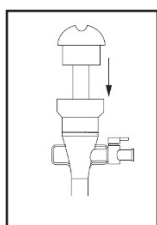
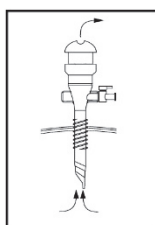

図4
図5
- (3) カニューラに適切なサイズのオーディブルスパイクを垂直に装着する。オーディブルスパイクは刃先を保護するカバーを外してからカニューラに装着する(図4参照)。
- (4) 挿入したオーディブルスパイクの頭部を手のひらで包み込むようにして固定し、下方向に継続して力をかけ、皮膚切開部より穿刺を行う。
- (5) 腹腔または胸腔内に穿刺されると、セーフティシールドが機能する。気腹下では、気腹ガスがオーディブルスパイク内を通過し、スパイク頭部から音を発することでスパイクが腹腔または胸腔内に到達したことが確認できる(図5参照)。
- (6) 腹腔または胸腔の適切な位置に穿刺後、速やかにオーディブルスパイクを抜去し、バルブリデューサーを装着したカニューラを安定するよう適切な深さまで挿入し、内視鏡下手術を進める。